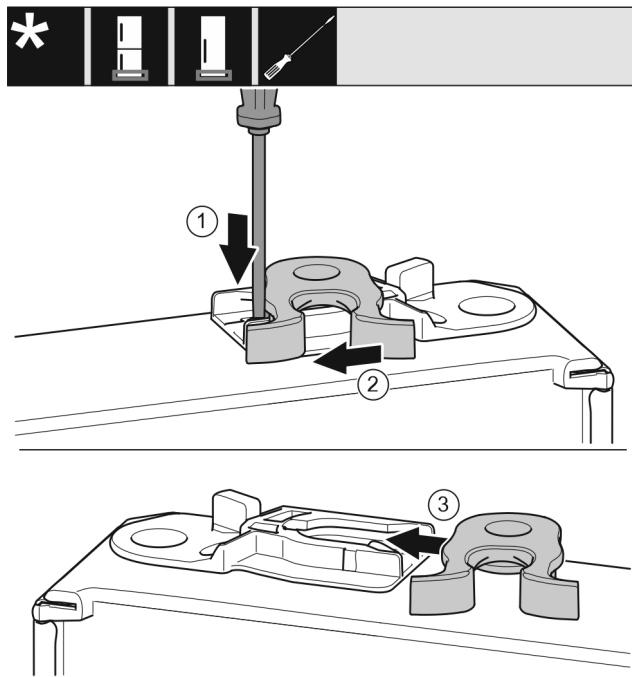

Fig. 49 *
- Nyomja le a fedőlemezt Fig. 49 (1) lapos csavarhúzóval.*
- Húzza ki a záróhorgot Fig. 49 (2) a vezetősinből.*
- Tolja be a záróhorgot Fig. 49 (3) a másik oldalon lévő vezetősinbe.*